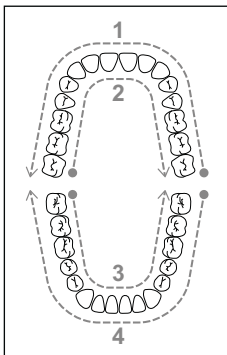

Fig. 10
- ◆ Puede utilizar la siguiente ilustración como guía para el proceso de limpieza (consulte la fig. 10). Las cifras de la ilustración indican el orden de las zonas de los maxilares: